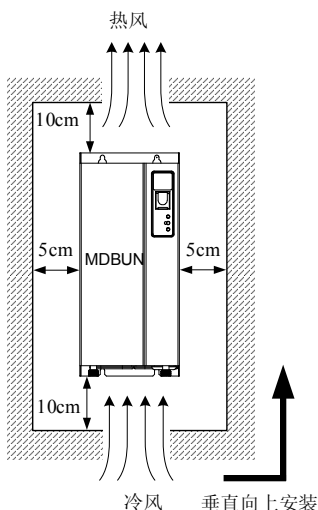

图 3-2 MDBUN 系列制动单元的安装间距
- 4) 请确保制动单元与驱动器或其它电气设备的间距符合图 3-2 的间距要求。